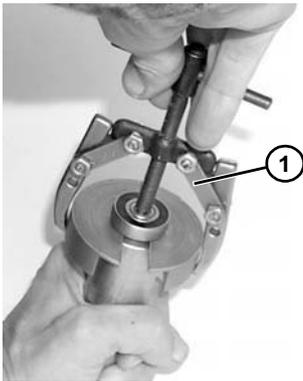

Figure 78
2. À l'aide de l'extracteur, numéro de pièce #807-1716 (**Figure 78, élément 1**), retirer et jeter le roulement,